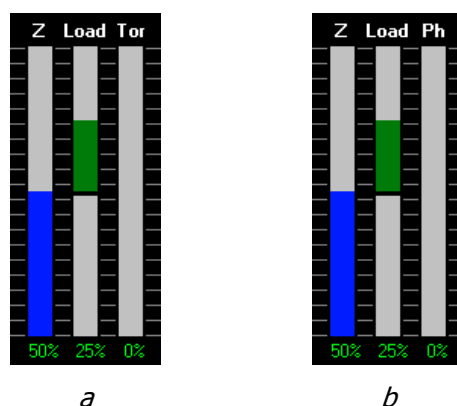

Рис. 2.4. Панель индикаторов в статическом (а) и динамическом (б) режимах.
Панель **индикаторов** (рис. 2.4) активизируется кнопкой  в линейке инструментов или командой меню View > *Indicator* и графически показывает состояние наиболее важных параметров измерительной системы:
- *Tor* (в статическом режиме, Рис. 2.4 а) – значение кручения, определенное по соотношению сигналов от левой и правой половин фотодетектора. Равновесное состояние кантилевера, то есть отсутствие кручения, соответствует 50%;
- *Ph* (в динамическом режиме, рис. 2.4 б) – сдвиг фазы колебаний кантилевера зонда (в градусах). Сдвиг между фазой входного сигнала, управляющего колебаниями кантилевера зонда, и выходного сигнала, регистрируемого на фотодетекторе. Сдвиг обусловлен механическими процессами, происходящими при контакте острия зонда с измеряемой поверхностью, и несет дополнительную информацию о локальных свойствах поверхности.